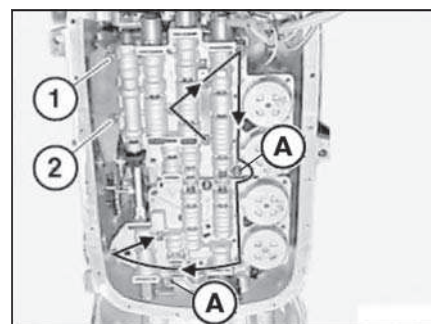

Рис. 12.46. Порядок затяжки
- Перед установкой блока управления, продуть все резьбовые отверстия сжатым воздухом, вернуть два штифта в точках (A) из комплекта уплотнения. Установить на штифты блок управления и зафиксировать его винтами. Винты (1 и 2, рис. 12.46) имеют длину 68 мм, все остальные — 58 мм. Удалить установочные штифты из точек (A) и ввернуть на их место винты (58 мм). Затянуть все винты от руки. Винты 1